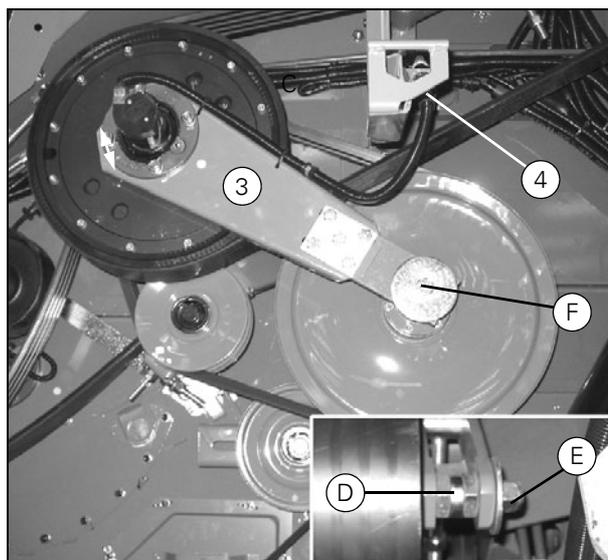

Рисунок 30
2. Отсоедините опорный кронштейн в точке (B) (Рис. 30).
3. Отверните центральный болт на опорном кронштейне (F).
5. Ослабьте ремень при помощи пружины (C) (Рис. 30).